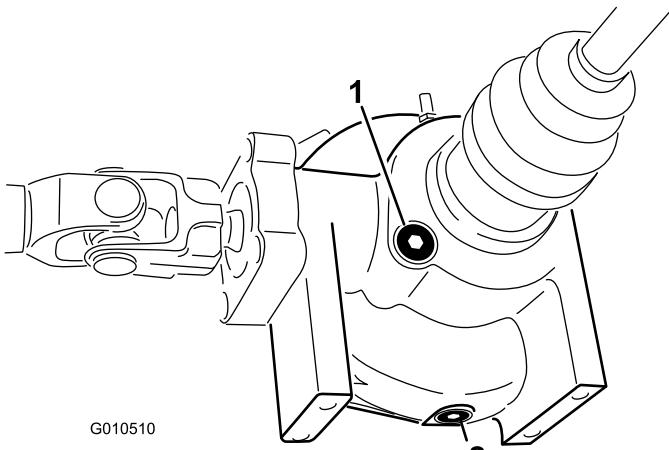

図 21
2. デファレンシャルの側面についている補給・点検プラグの周囲をきれいに拭く図 21。